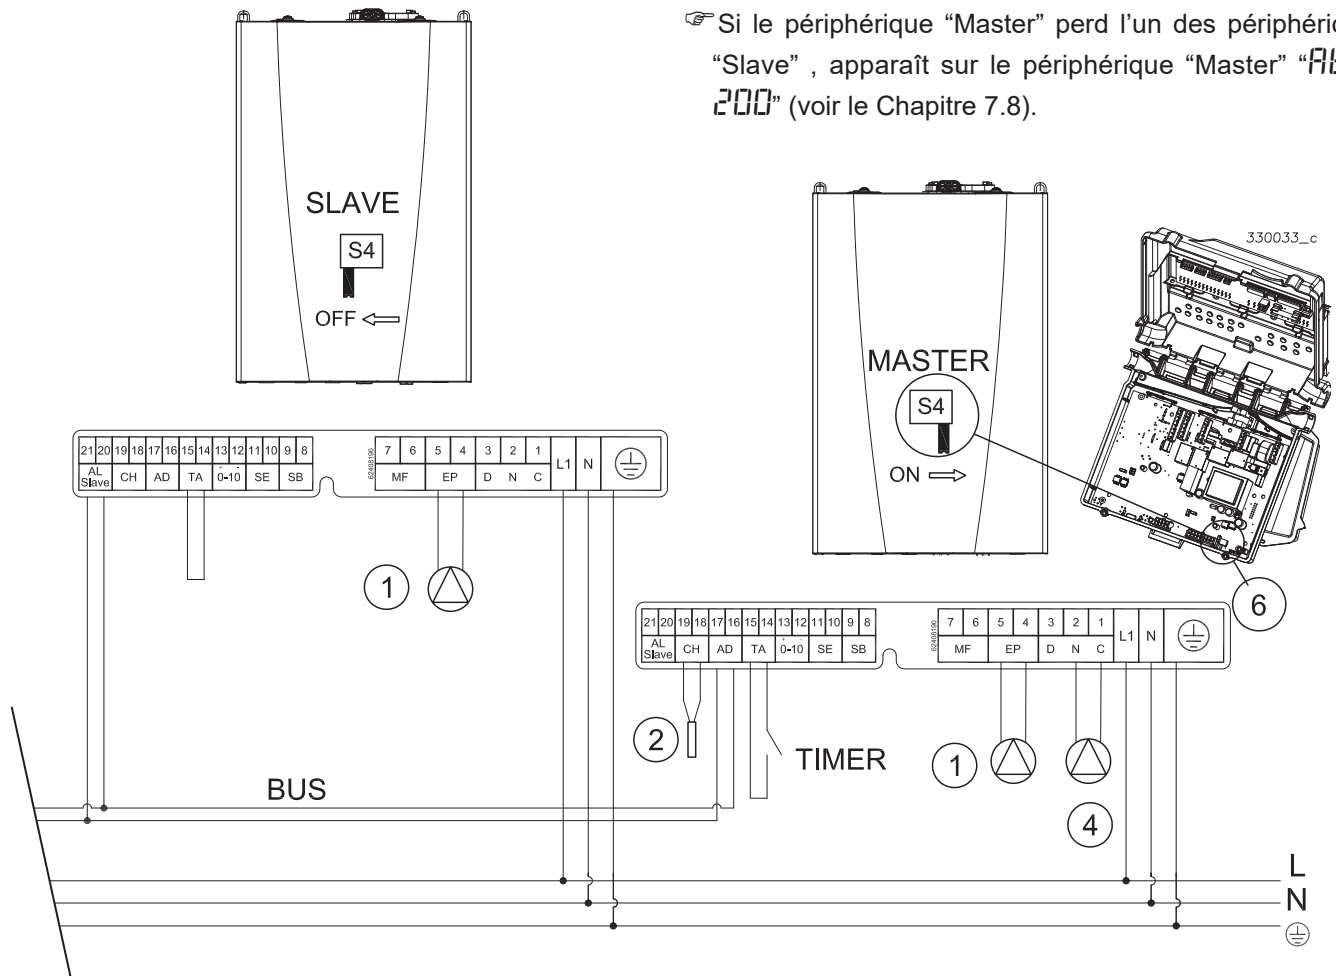

Figure 5-13 - Raccordement électrique des appareils en cascade sans ballon
- 3.- Effectuer l'installation électrique comme indiqué sur la Figure 5-13;
- 5.- Restant sur le dispositif "Master", vérifiez que le switch "S4" est en position ON (voir Figure 5-13);
- 7.- Restant sur le périphérique "Slave", déplacez le switch "S4" en position OFF (voir Figure 5-13);